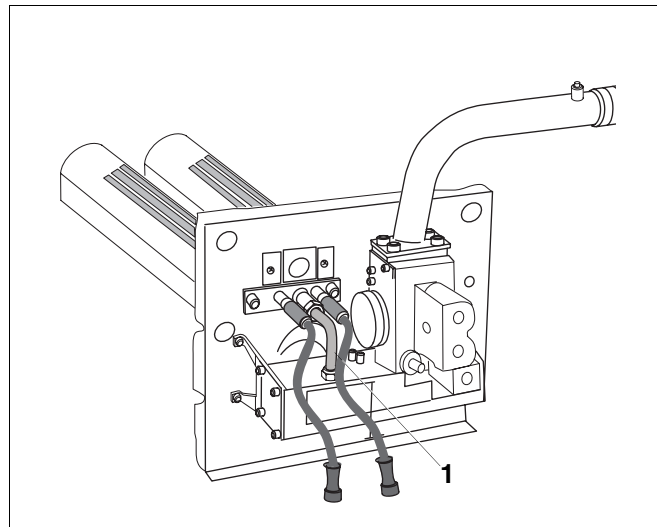

Abb. 50 Gasbrenner
- Startgasleitung (Abb. 50, **Pos. 1**) am Startbrenner lösen und Startgasdüse gegen die der neuen Gasfamilie austauschen. Düsenkennzeichnung: